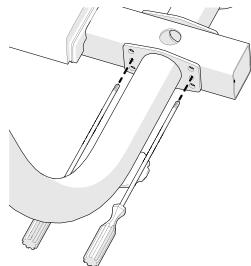

Рисунок 4
- Соотнесите две боковые опоры с центральной опорой и вставьте узкую отвертку в средние отверстия на каждой боковой опоре и в центральную опору, чтобы выровнять их (см. рисунок 4).